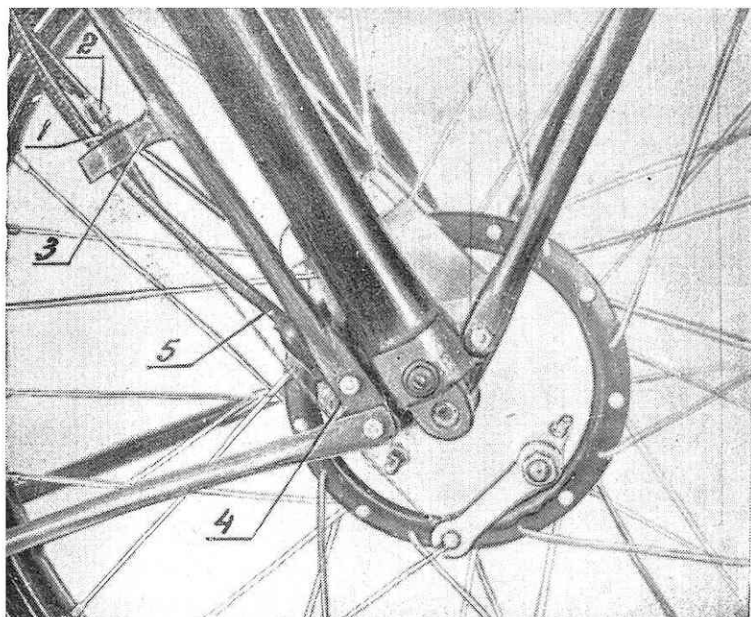

Рис. 29.
Чтобы снять переднее колесо (рис. 29 и 30), необходимо отвернуть контргайку (1) до головки регулирующего винта (2), затем регулирующий винт ввернуть до конца в кронштейн (3), совместив паз на регулирующем болте, контргайке и кронштейне, после чего вывести трос переднего тормоза.